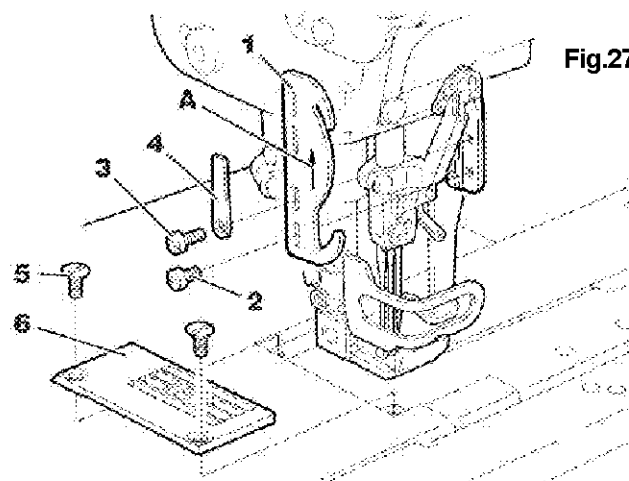
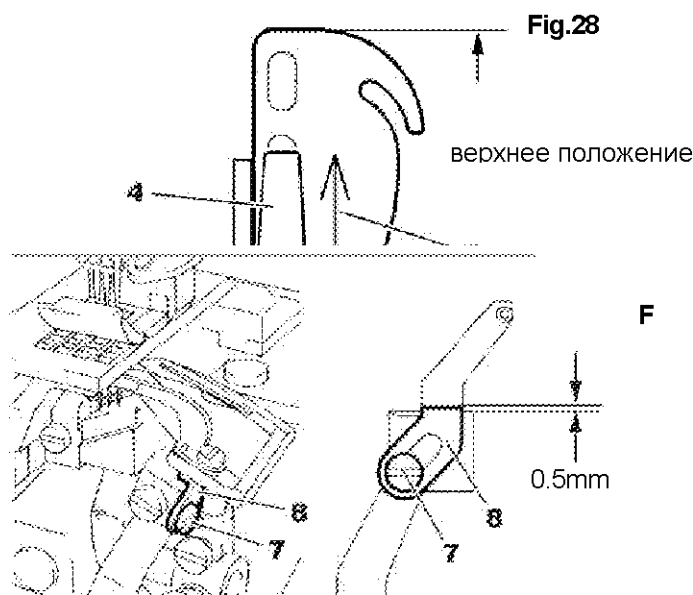

Fig.27
Fig.28
1. Снимите винты 2 и 3. Поверните нитепритягиватель 1 игольной нити верхней стороной вниз (для изменения параметров со свободных стежков на плотные стежки). Проверьте, обращена ли вверх стрелка А, выгравированная на нитепритягивателе игольной нити 1, как показано на Рис. 27. 27. Подтяните нитепритягиватель 1 игольной нити вверх до упора. Затем затяните винт 2. В это время, чтобы отключить ограждение игольной нити 4, это ограждение 4 должно быть установлено вверх (см. Рис. 28). Затем затяните винт 3.